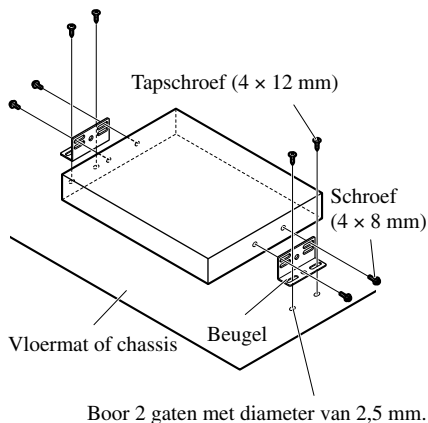

Afb. 9
- Als u het apparaat onder een al te steile hoek installeert, d.w.z. meer dan  $30^\circ$  uit het horizontale vlak, zal het niet naar behoren kunnen werken. (Afb. 9)